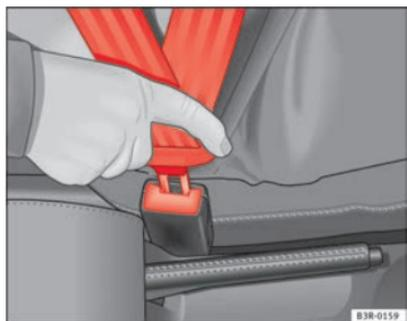

Fig. 13 Cierre y lengüeta del cinturón de seguridad
- Introduzca la lengüeta en el cierre del asiento correspondiente hasta que encastre de un modo audible ⇒ fig. 13.